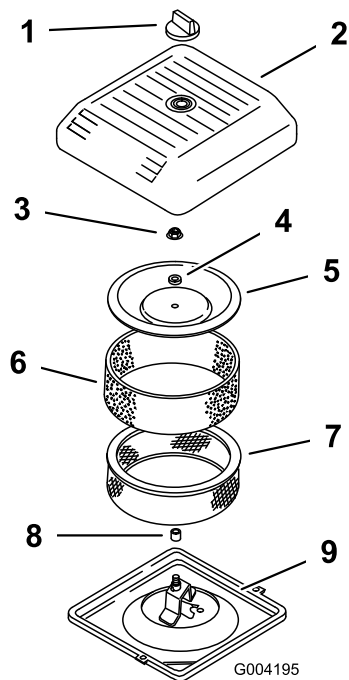

Figura 40
3. Desenrosque el pomo y retire la tapa del limpiador de aire (Figura 40).
4. Deslice cuidadosamente el prefiltro de gomaespuma para separarlo del elemento de papel (Figura 40).
5. Desenrosque la tuerca de la tapa y retire la tapa, el espaciador y el filtro de papel (Figura 40).
2. Coloque el conjunto del limpiador de aire sobre su base (Figura 40).
3. Instale la tapa y el espaciador y fíjelos con la tuerca de la tapa (Figura 40). Apriete la tuerca a 11 N·m (95 pulgadas-libra).
4. Instale la tapa del limpiador de aire y sujétela con el pomo (Figura 40).